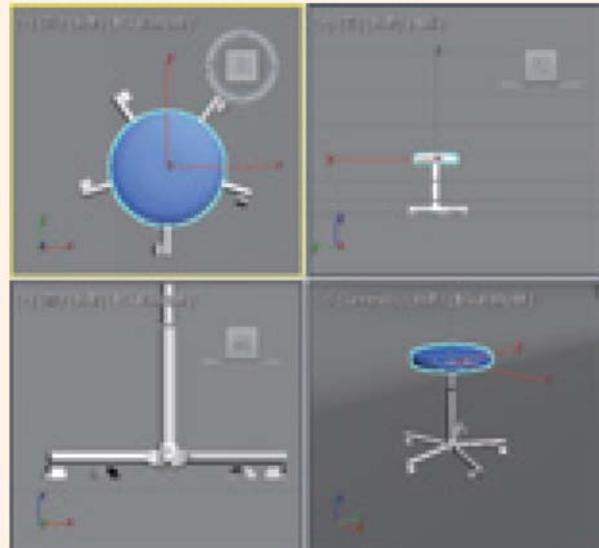

图4-23 打开素材文件
- 01 在菜单栏中选择【文件】|【打开】命令，弹出【打开文件】对话框，在该对话框中打开“转椅素材.max”素材文件，如图4-23所示。